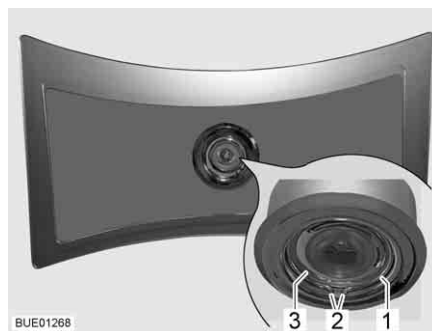

Bild 210 Taklampa
- Tryck samman fjäderringen (Bild 210,1) i båda ändarna (Bild 210,2) och ta bort den.
- Ta ut höljet (Bild 210,3) med lysdioderna ur lampan.